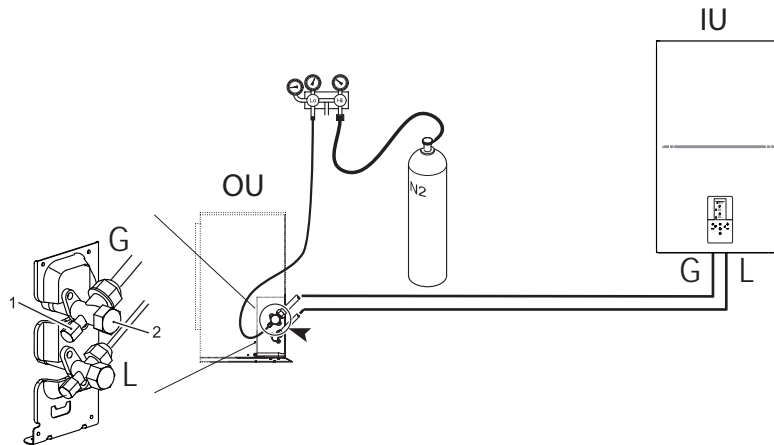

fig. 12 - Probă de etanșeitate la aer și detectare a scurgerilor
- Cu robinetele unității externe complet închise, scoateți capacul robinetului de service (piesa 1 - fig. 12) și racordul (piesa 2 - fig. 12) supapei de gaz (cea mai mare).